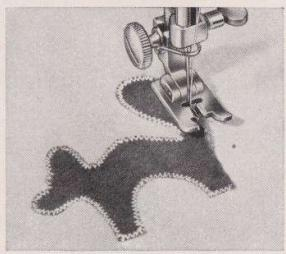

Fig. 51.
- Den utklippta applikationen sys antingen fast med tät (träns) eller glänsare sicksäcksmönster och stygnbredd 2 (fig. 51).